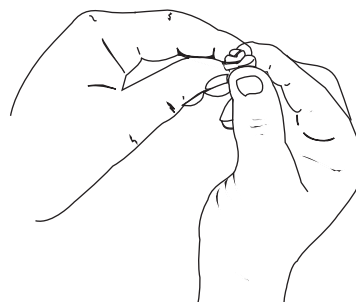

Fig. 31
5. Pressez le filtre pour répartir et drainer l'excédent d'huile (Fig. 31).